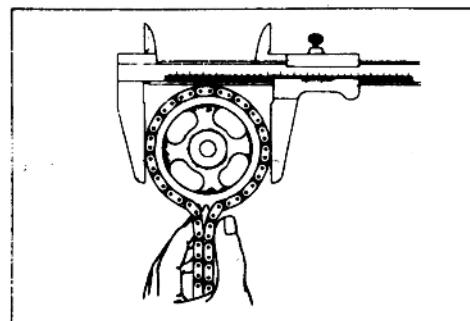

图 1-20
4. 检查凸轮轴链轴的磨损,如图 1-20 所示,用链条包上凸轮轴链轮,使用极限不少于 113.8 毫米。